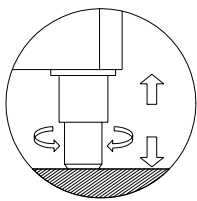

Fig. 1
- Ponerlo el frigo sobre una superficie plana y nivelada (hacerlo sobre pies regulables). (Fig. 1)